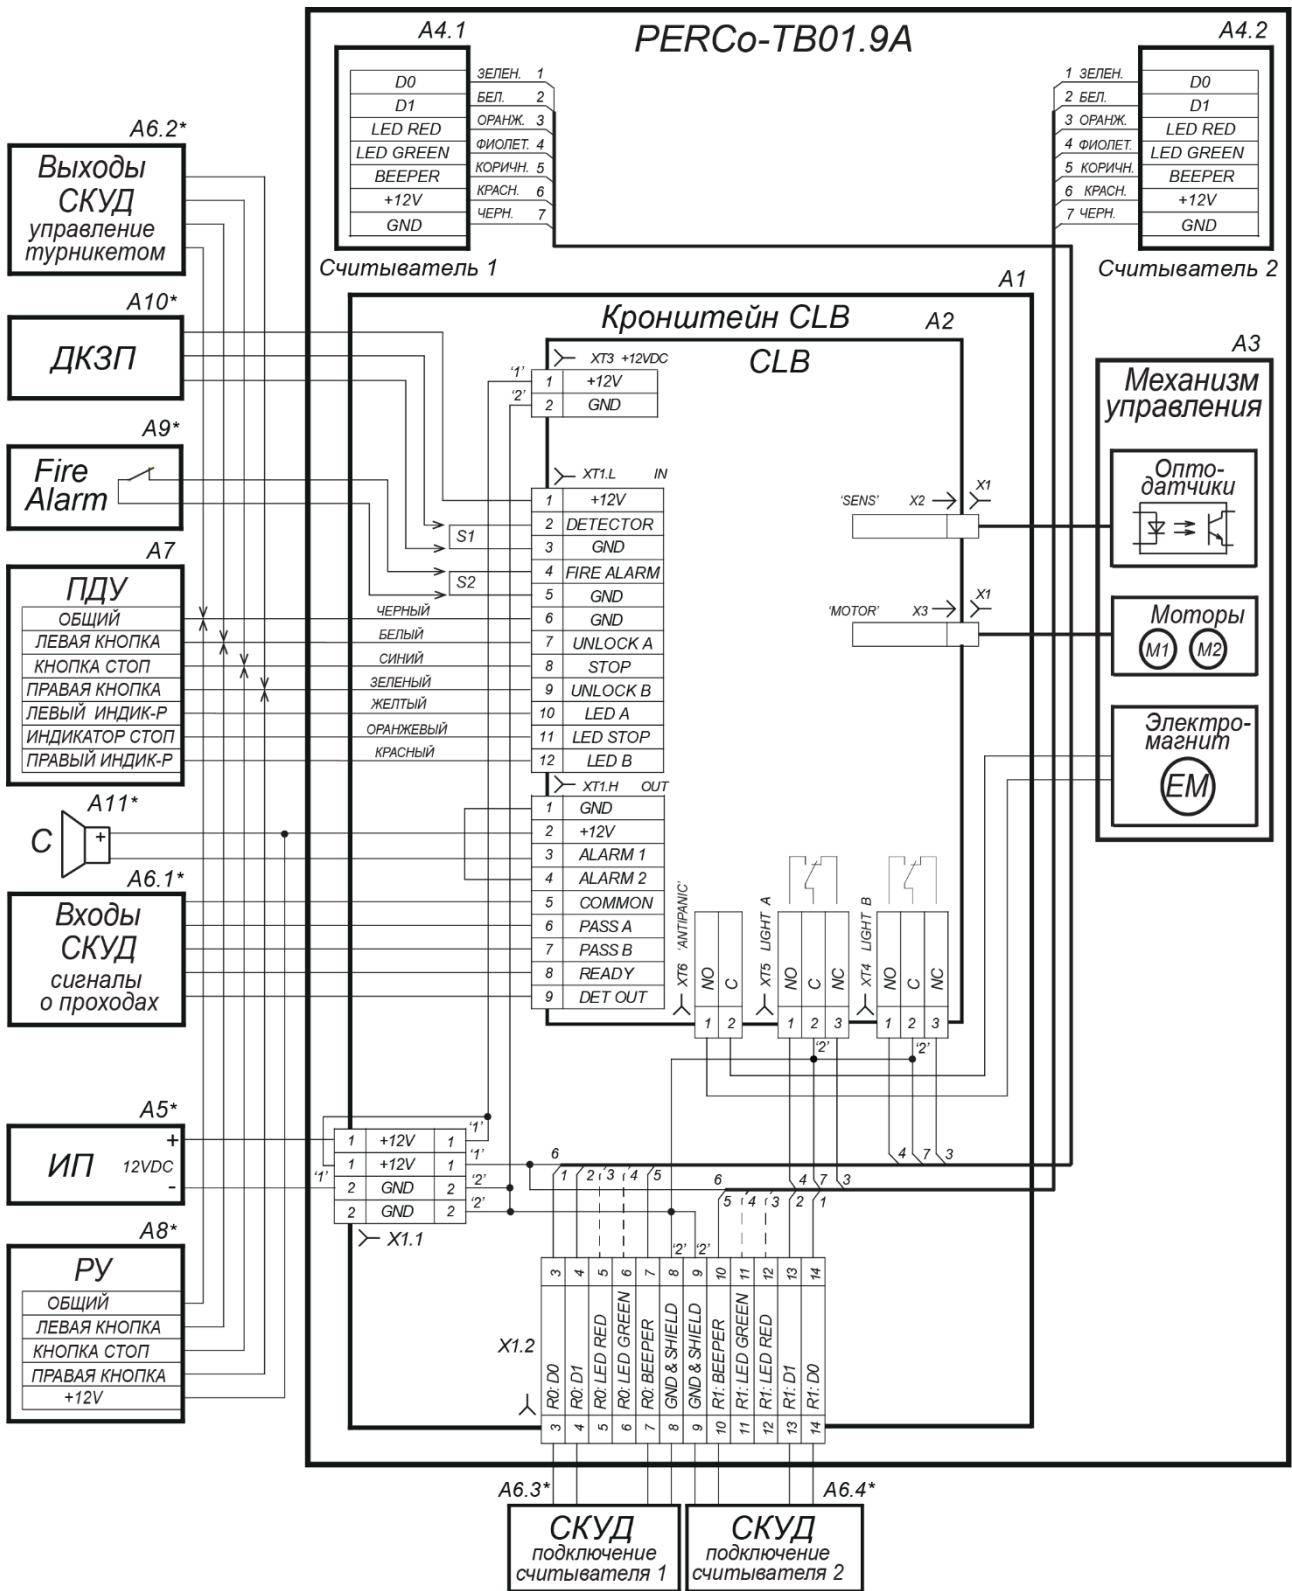

Рисунок 13. Схема электрических соединений турникета¹
5. Демонтируйте заглушки стойки (7), открыв ключом замки (8). Установите стойку турникета на гильзы анкеров и закрепите ее болтами *M10*.
6. Снимите крышку турникета (3), отвернув ключом установочный винт (14) (см. разд. 6).
7. Подключите кабель питания (11) к клеммной колодке **X1.1** (см. рис. 13).
9. Подключите при необходимости кабели от других устройств к соответствующим клеммным колодкам платы управления (см. рис. 5 и рис. 13).
12. После подключения всех кабелей и крепления стойки к полу установите на место крышку (3) (см. разд. 6), заглушки стоек (7) в порядке, обратном снятию.
Подключение контроллера к плате управления производится в соответствии с рис. 13.
Передача данных от считывателей осуществляется по интерфейсу *Wiegand*. Подключение считывателей к контроллеру СКУД необходимо производить экранированным кабелем в соответствии с рис. 13.
* Линии управления светодиодной индикацией считывателей при производстве подключены к клеммным колодкам **XТ4**, **XТ5** платы управления (см. рис. 13). Для осуществления внешнего управления индикацией от контроллера СКУД необходимо отключить оранжевые и фиолетовые провода считывателей от разъемов **XТ4**, **XТ5** платы управления, и подключить их к соответствующим контактам выносной клеммной колодки **X1.2**.